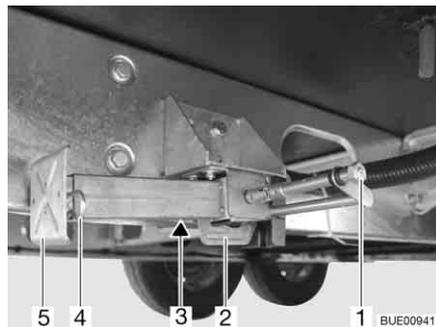

Bild 31 Hubstütze
- Am Sechskant (Bild 31,1) den Steckschlüssel aufstecken und drehen, bis die Hubstütze senkrecht nach unten steht.
- Wenn die Länge der Hubstütze verstellbar ist, den Splint (Bild 31,4) aus der Stützfußverlängerung (Bild 31,5) herausziehen.
- Am Sechskant (Bild 31,1) den Steckschlüssel aufstecken und drehen, bis die Hubstütze wieder vom Boden frei ist.
- Stützfußverlängerung (Bild 31,5) ganz einschieben und Splint (Bild 31,4) in die vorgesehene Bohrung an der Stützfußverlängerung stecken.
- Am Sechskant (Bild 31,1) drehen, bis die Hubstütze nach oben geschwenkt ist und die Führung (Bild 31,2) ganz am Ende des Schlitzes (Bild 31,3) ansteht.